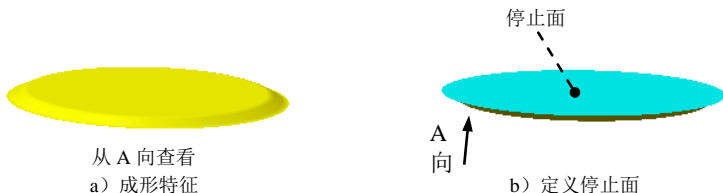

图 17.9.10 创建成形工具 4
Step6. 创建图 17.9.10 所示的零件特征——成形工具 4。
(1) 选择命令。选择下拉菜单 **插入(I)** → **钣金(B)** → **成形工具** 命令。
(2) 定义成形工具属性。激活“成形工具”对话框的 **停止面** 区域，选取图 17.9.10 所示的模型表面作为成形工具的停止面。
(3) 单击 **✓** 按钮，完成成形工具 4 的创作。